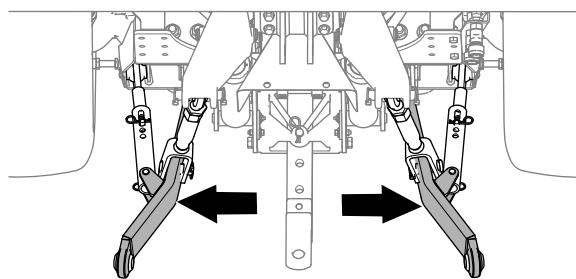

Figura 26
- Regolate i bracci dello stabilizzatore (Figura 26) completamente verso l'esterno; fate riferimento ai *Manuali dell'operatore* per la macchina di traino.